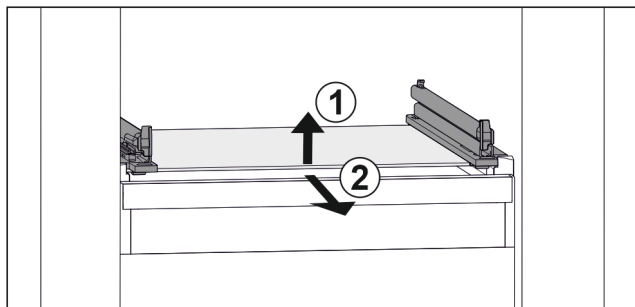

Fig. 38 Exempel på glashylla
- ▶ Lyft glashylla framtill. Fig. 38 (1)
- ▶ Ta ut glashylla framåt. Fig. 38 (2)